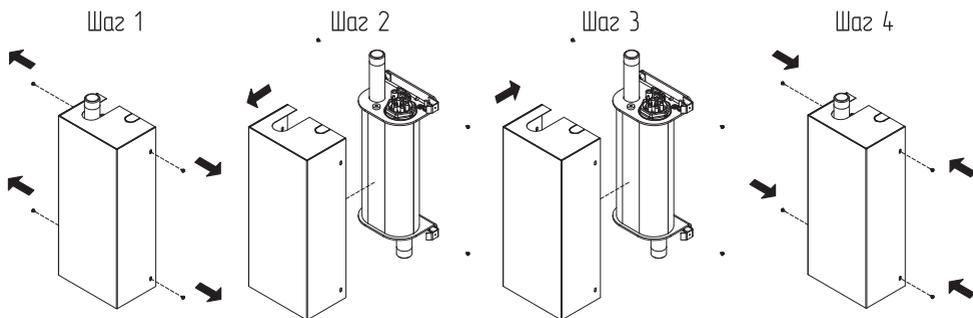

Рис.11 Демонтаж кожуа
- Откройте кожух, как показано на **Рис.11**;
Снятие кожуха котла производится в следующей последовательности (Рис.11):
Установка кожуха производится в следующей последовательности (Рис.11):